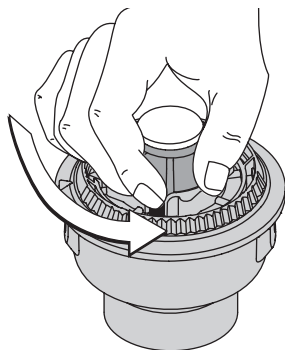

Fig. 20
Si le SpeedSpoolMD ne déroule pas le correctement, tirez fermement les extrémités du fil loin de la bobine (Fig. 20). Si cela ne suffit pas, suivez les instructions de *Nettoyage du SpeedSpoolMD*.
1. Tenez la bobine extérieure et dévissez le bouton de butée à gauche (Fig. 20).